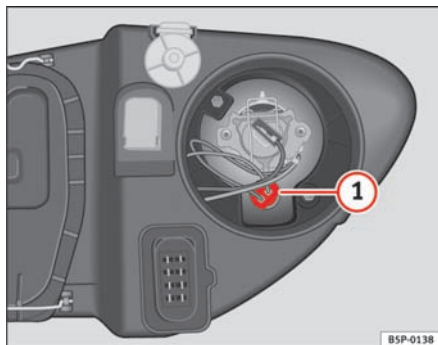

Fig. 194 Positionsllys
- Tag fatningen ⇒ fig. 194 **1** ud.